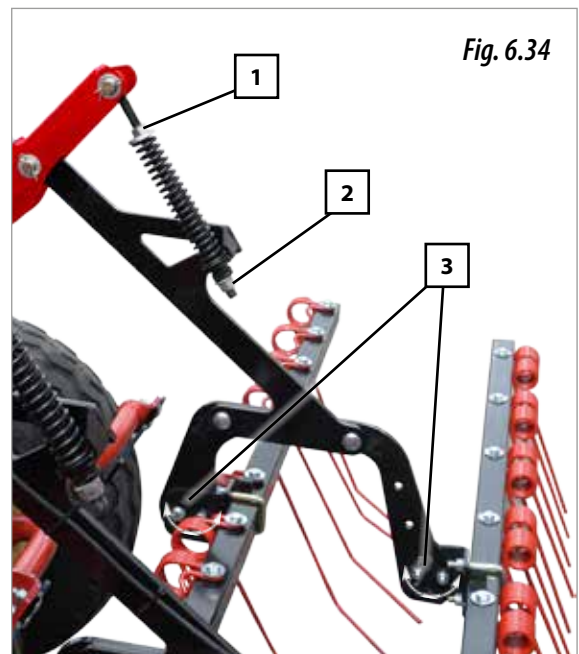

Fig. 6.34
Actuar sobre la tuerca inferior (2, Fig 6.34).
Actuar sobre la tuerca superior del tensor (1, Fig. 6.34).
- 1- Aflojar las tuercas y tornillos (3, Fig. 6.34) que sujetan la barra porta-púas (rastra delantera y/o posterior según la necesidad).
- 3- Fijar la posición de la rastra apretando los tornillos y tuercas (3, Fig. 6.34)